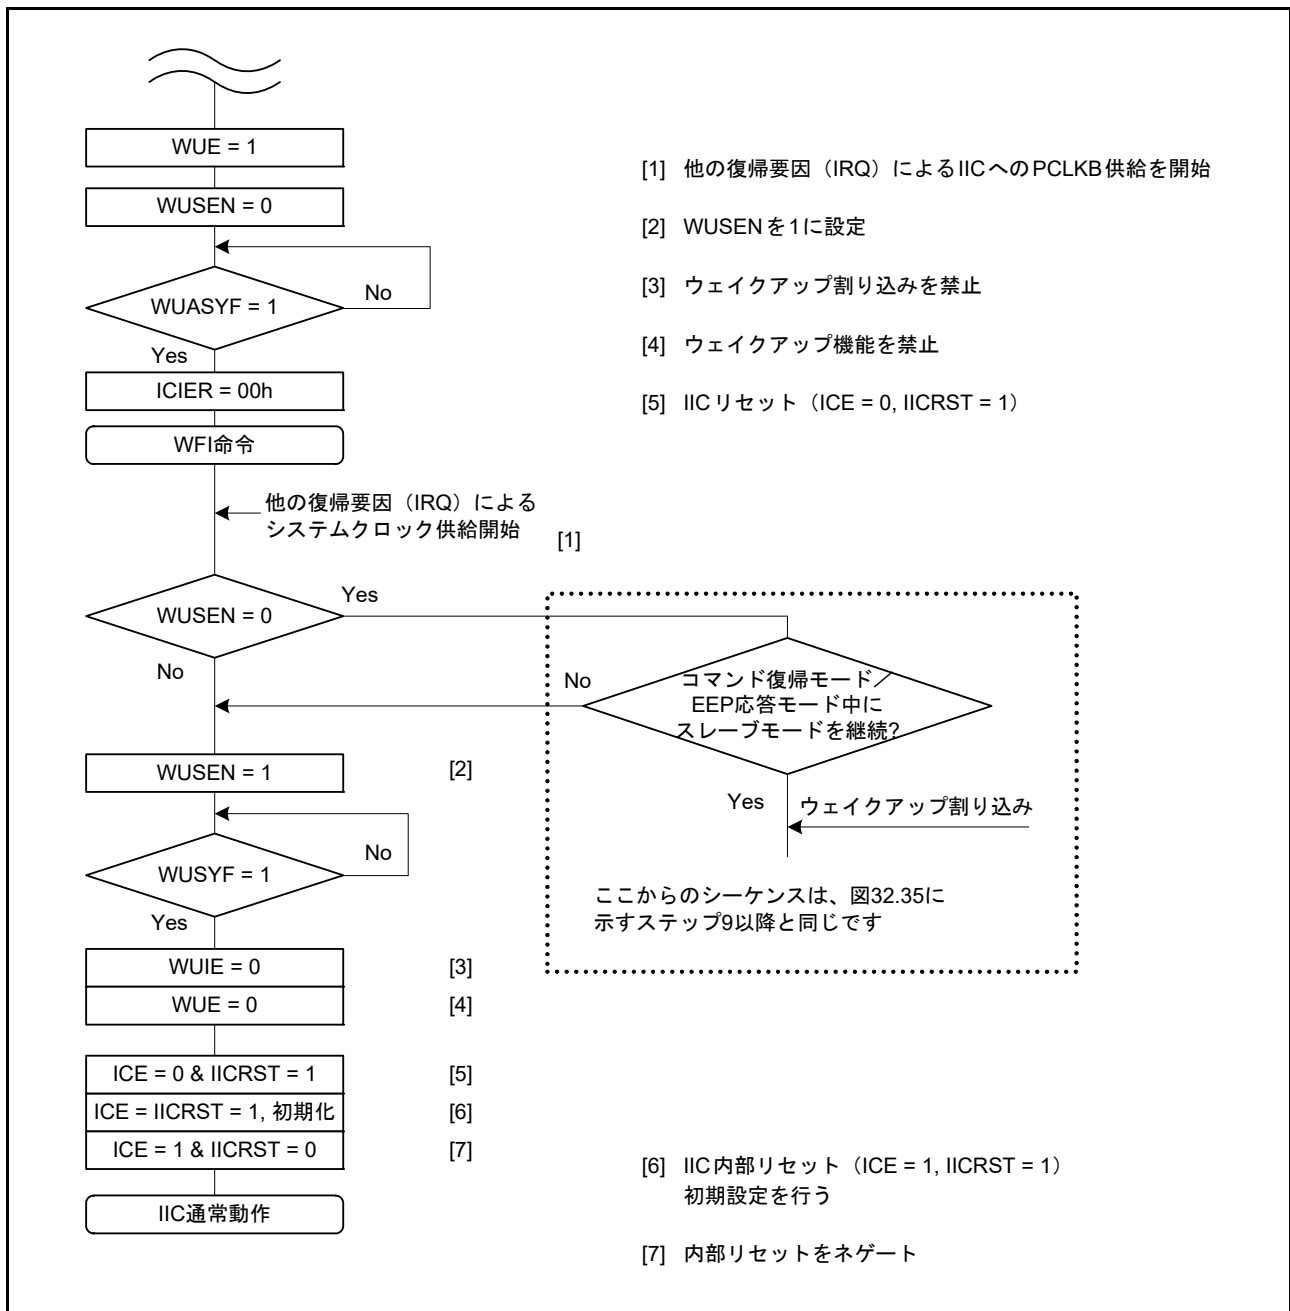

図 29.36 コマンドリカバリモードと EEP 応答モードの動作例 (IIC ウェイクアップ割り込み以外の割り込み (たとえば IRQn) によるウェイクアップの場合)
8. ウェイクアップ割り込み以外の割り込み (IRQn など) で、ソフトウェアスタンバイモードからの遷移がトリガされると、WUF フラグは 1 になりません。図 29.31 および図 29.36 に示す処理に従ってください。
ウェイクアップ割り込み以外の割り込み（IRQn など）で、ソフトウェアスタンバイモードからの遷移がトリガされると、WUFフラグは1になりません。図 29.36 に示す処理に従ってください。